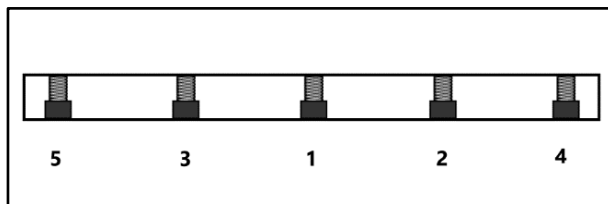

Рисунок 42.
- Ослабьте болты клиньев, начиная с середины (рис. 42), пока все болты клиньев не будут откручены, но не вынуты.
- Поверните строгальный вал до появления первого ножа. Слегка затяните болты клиньев, начинайте с середины и перемещайтесь к краям по очереди - то слева, то справа (рис. 42). Повторите этот шаг для остальных ножей.